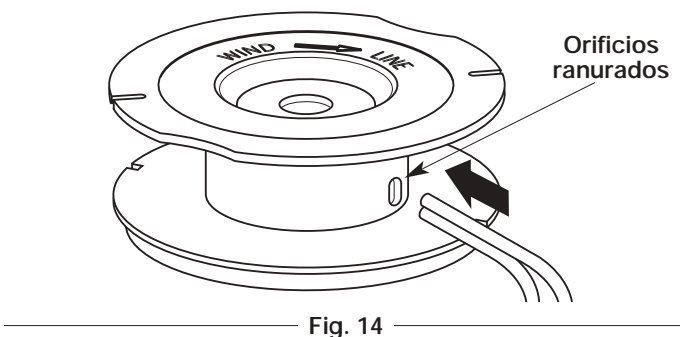

Fig. 14
6. Corte dos (2) longitudes iguales de aproximadamente 3m (10 pies) de línea de recorte.
7. Sujetando los dos pedazos de línea con sus puntas parejas, inserte las puntas en el orificio ranurado del carrete interior. (Fig. 14). Solamente cerca de 12,7 mm (1/2 pulgada) de línea entrará en el agujero. No fuerce la línea en el agujero.
9. Corte aproximadamente 3 m (10 pies) de línea de recorte nueva. Inserte un extremo de la línea en el orificio ranurado del carrete interior (Fig. 14). Solamente cerca de 13mm (1/2 pulgada) de línea entrará en el agujero. No fuerce la línea en el agujero.